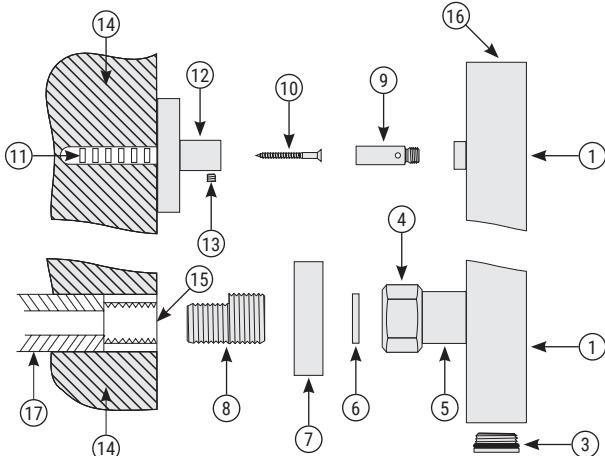

Рис. 1
- 5.8. Для герметизации резьбовых соединений производитель комплектует изделие прокладками собственно-го изготовления (п. 3.5. и рис. 1 «3», «6»).